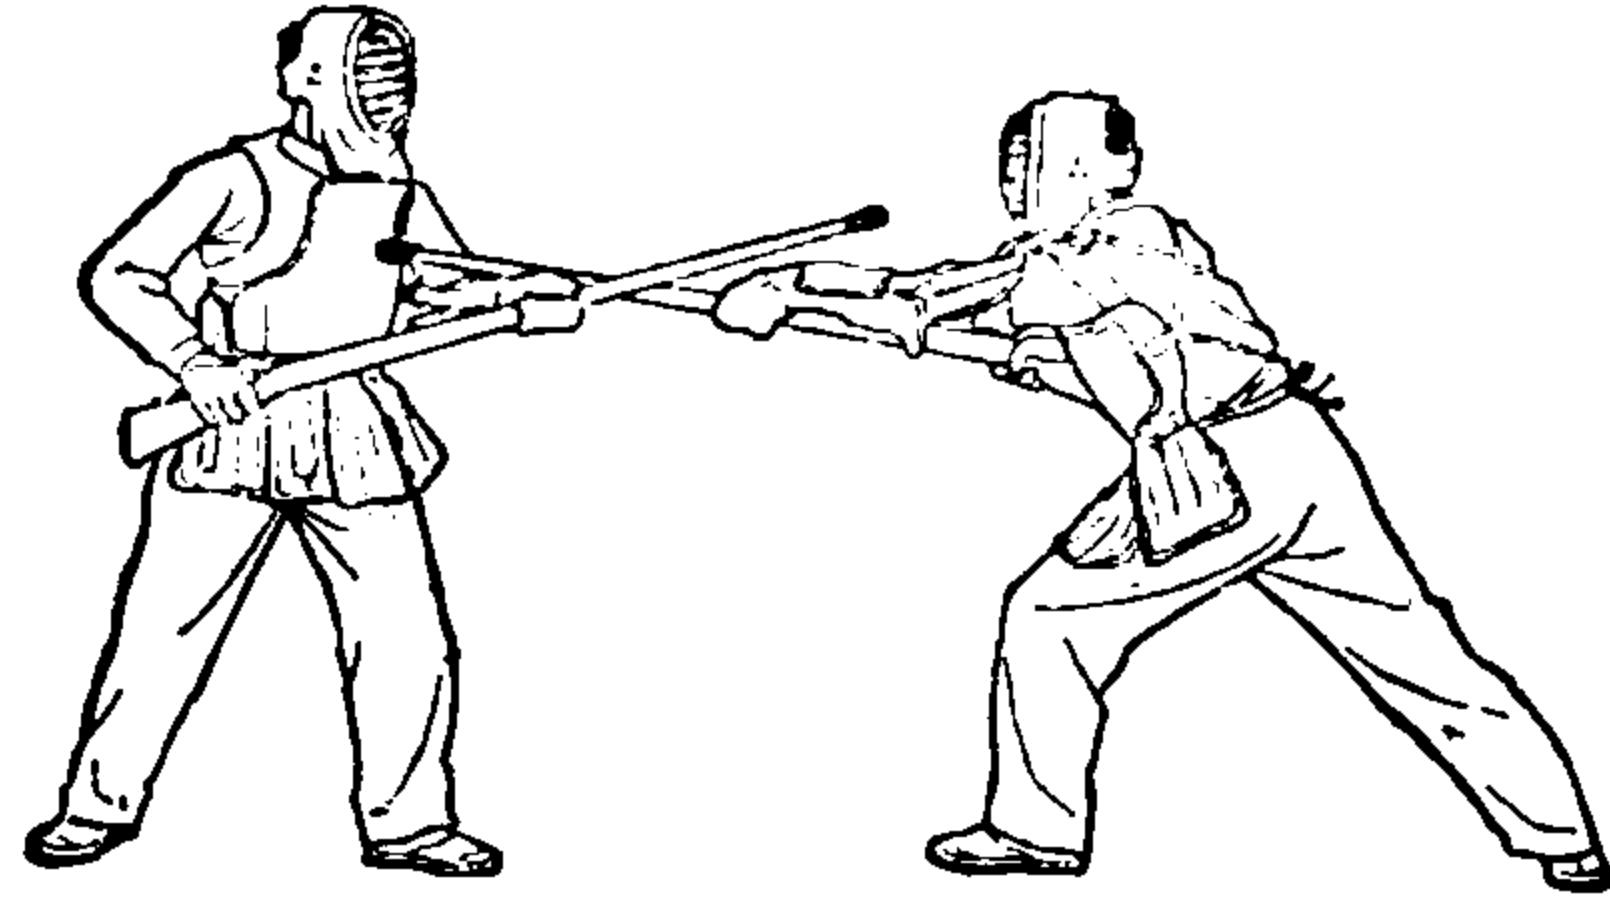

图15 刺左动作
**刺左** 双方成预备用枪姿势（枪刺尖相距约10厘米）。当配合者下达“刺左”的口令后，操练者按突刺要领，迅速将“枪刺”沿配合者枪下（距左手前约10厘米）经左手腕上方向左胸突刺（图15）。配合者在操练者刺来时，迅速稍收枪，同时，右脚后退一小步，被刺中时，左脚以同样距离顺势后退。操练者拔枪后，配合者将枪由操练者枪下绕过并取适当距离恢复原姿势。